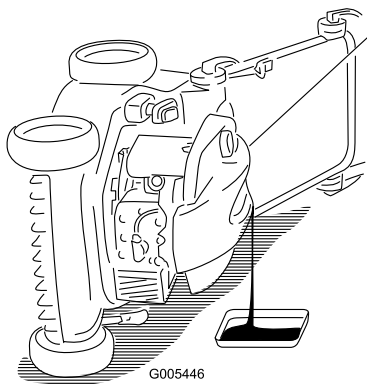

Figura 23
5. Retire la varilla del tubo de llenado de aceite y coloque un recipiente de drenaje junto al lado izquierdo del cortacésped (Figura 23).